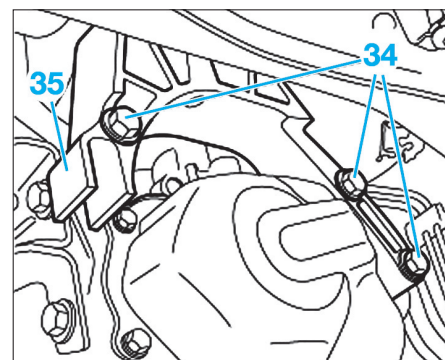

Fig. 33
- Déposer les vis de fixation (34) et déposer le support rigide du groupe motopropulseur (35) côté BV (Fig. 33).